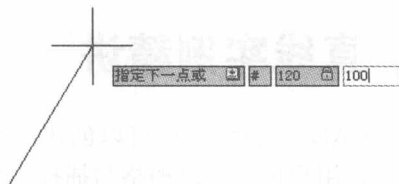

图 1-5 指定直线 AF 的第二点
(2) 接着系统提示指定下一点或，输入 F 点的绝对坐标值@120, 100，然后连续按两次回车键确认输入，并结束【直线】命令，如图 1-5 所示。